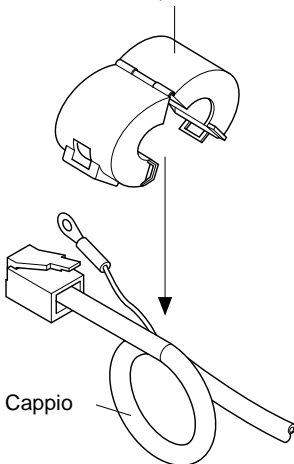

Fig. 3-1
■ L'anello di ferrite è normalmente confezionato in modo da restare aperto, come mostrato in Fig. 3-1.